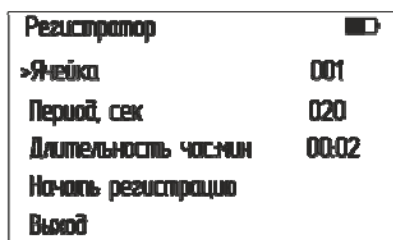

Рисунок 2.5 – Меню регистратора
2.2.2.2 Для входа в режим регистратора необходимо нажать и удерживать кнопку . Далее прибор перейдет в меню регистратора (см. рисунок 2.5) где можно: